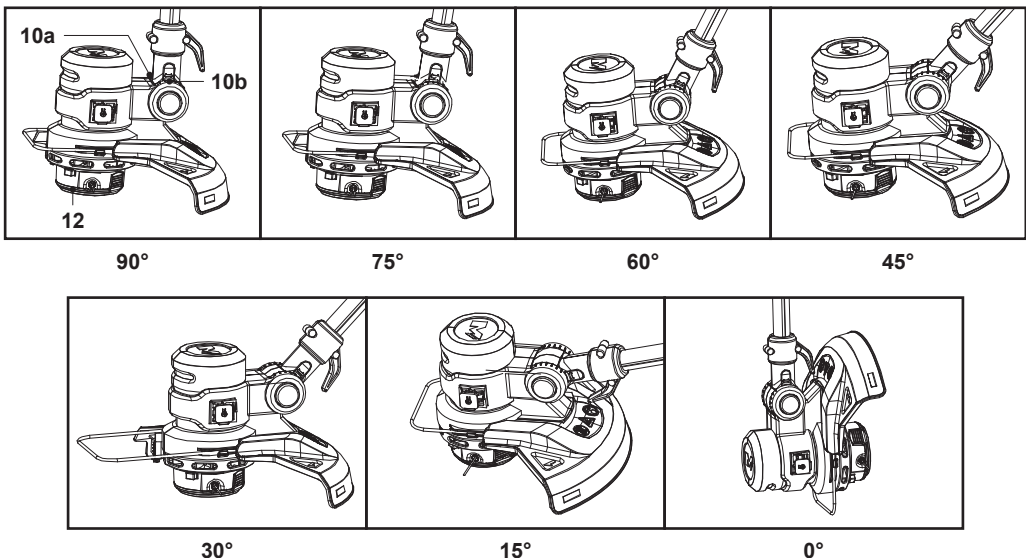

Fig. 10
Incline el ángulo del cabezal de corte (12) para que se ajuste a las condiciones del terreno para recortar o bordear, alineando el indicador (10a) con la línea de indicación (10b) (Fig. 10).